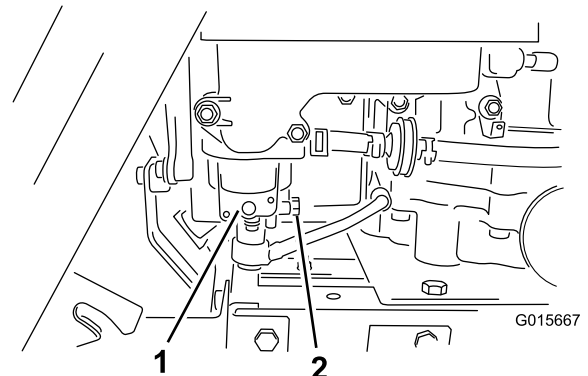

Bild 26
3. Öffnen Sie die Motorhaube und ermitteln Sie den Vergaser unter dem Luftfilter (Bild 26).
Hinweis: Der Verschluss der Vergaserschwimmerkammer zeigt zum Heck der Maschine (Bild 26).